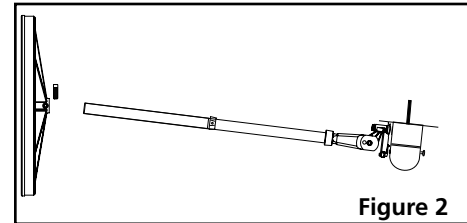

Figure 2
1. Rest Column and Motor Assembly on floor next to the Base Assembly. Tilt Base Assembly up on end. Pick up lower pipe of Column Assembly and insert into the Mounting Flange. **(Figure 2)**
2. Loosen (2) 3/8-16 X 3/8" Allen Head Bolt in the Mounting Flange. This will allow the Column to settle in the bottom of the Base after setting the Fan upright.
4. Tighten the (2) 3/8-16 X 3/8" Allen Head Bolt in the Mounting Flange.
1. Faites reposer la colonne et le moteur sur le sol près de la base. Inclinez la base vers le haut et mettez-la debout. Ramassez le tube inférieur de la colonne et insérez-le dans le flasque de montage. **(Figure 2)**
2. Desserrez les (2) boulons à six pans de 3/8-16 X 3/8 po du flasque de montage. Cela permet à la colonne de se fixer dans le fond de la base une fois le ventilateur placé à la verticale.
4. Resserrez les (2) boulons à six pans de 3/8-16 X 3/8 po du flasque de montage.